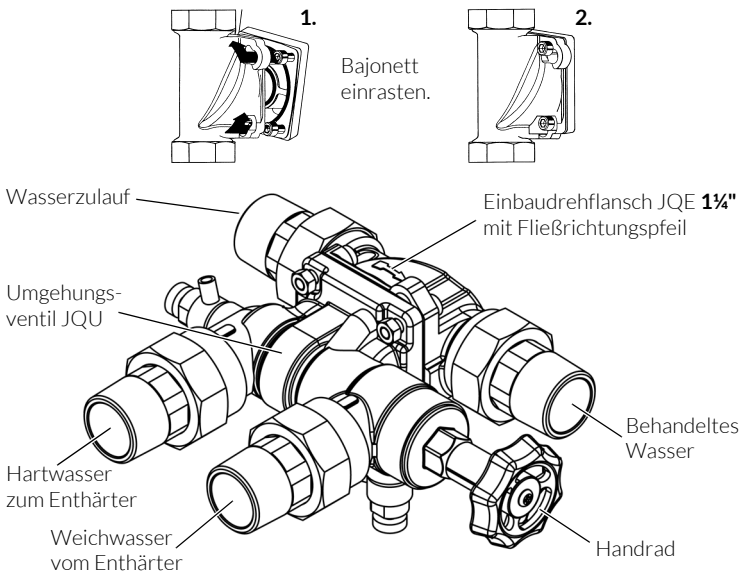

Abb. 4: Einbaudrehflansch und Umgehungsventil
- / Das Umgehungsventil mit dem Einbaudrehflansch durch Einrasten des Bajonetts verbinden (siehe Abb. 4). Dabei den Fließrichtungspfeil am Einbaudrehflansch beachten! Das Handrad des Umgehungsventils muss waagrecht und auf der dem Wasserzulauf abgewandten Seite stehen.